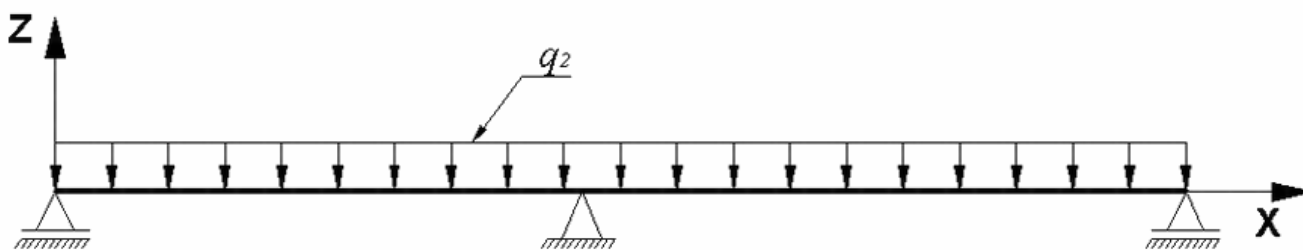

Рис. 19.4. Схема завантаження балки (Завантаження 2)
- завантаження 2 – рівномірно розподілене  $q_2 = 0.3$  т/м (рис. 19.4);